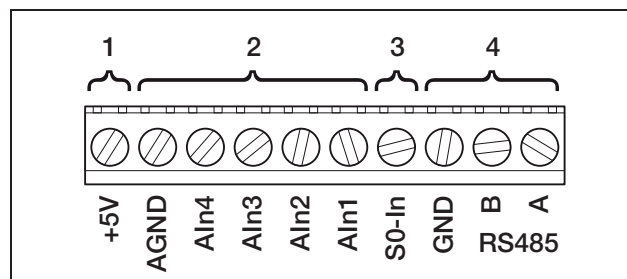

Figura 56: Morsetti per cavi
- Collegare i cavi ai morsetti in base all'assegnazione (figura 56 e tabella 8).
Sul morsetto per interfacce analogiche (figura 56) si trovano i collegamenti per l'interfaccia seriale **RS485**. Attraverso l'interfaccia RS485 è possibile, a seconda degli inverter utilizzati, collegare in rete fino a 200 inverter, vedere Tabella 9.
- Collegare i cavi in base all'assegnazione (tabella 8) ai morsetti (4 nella figura 56).